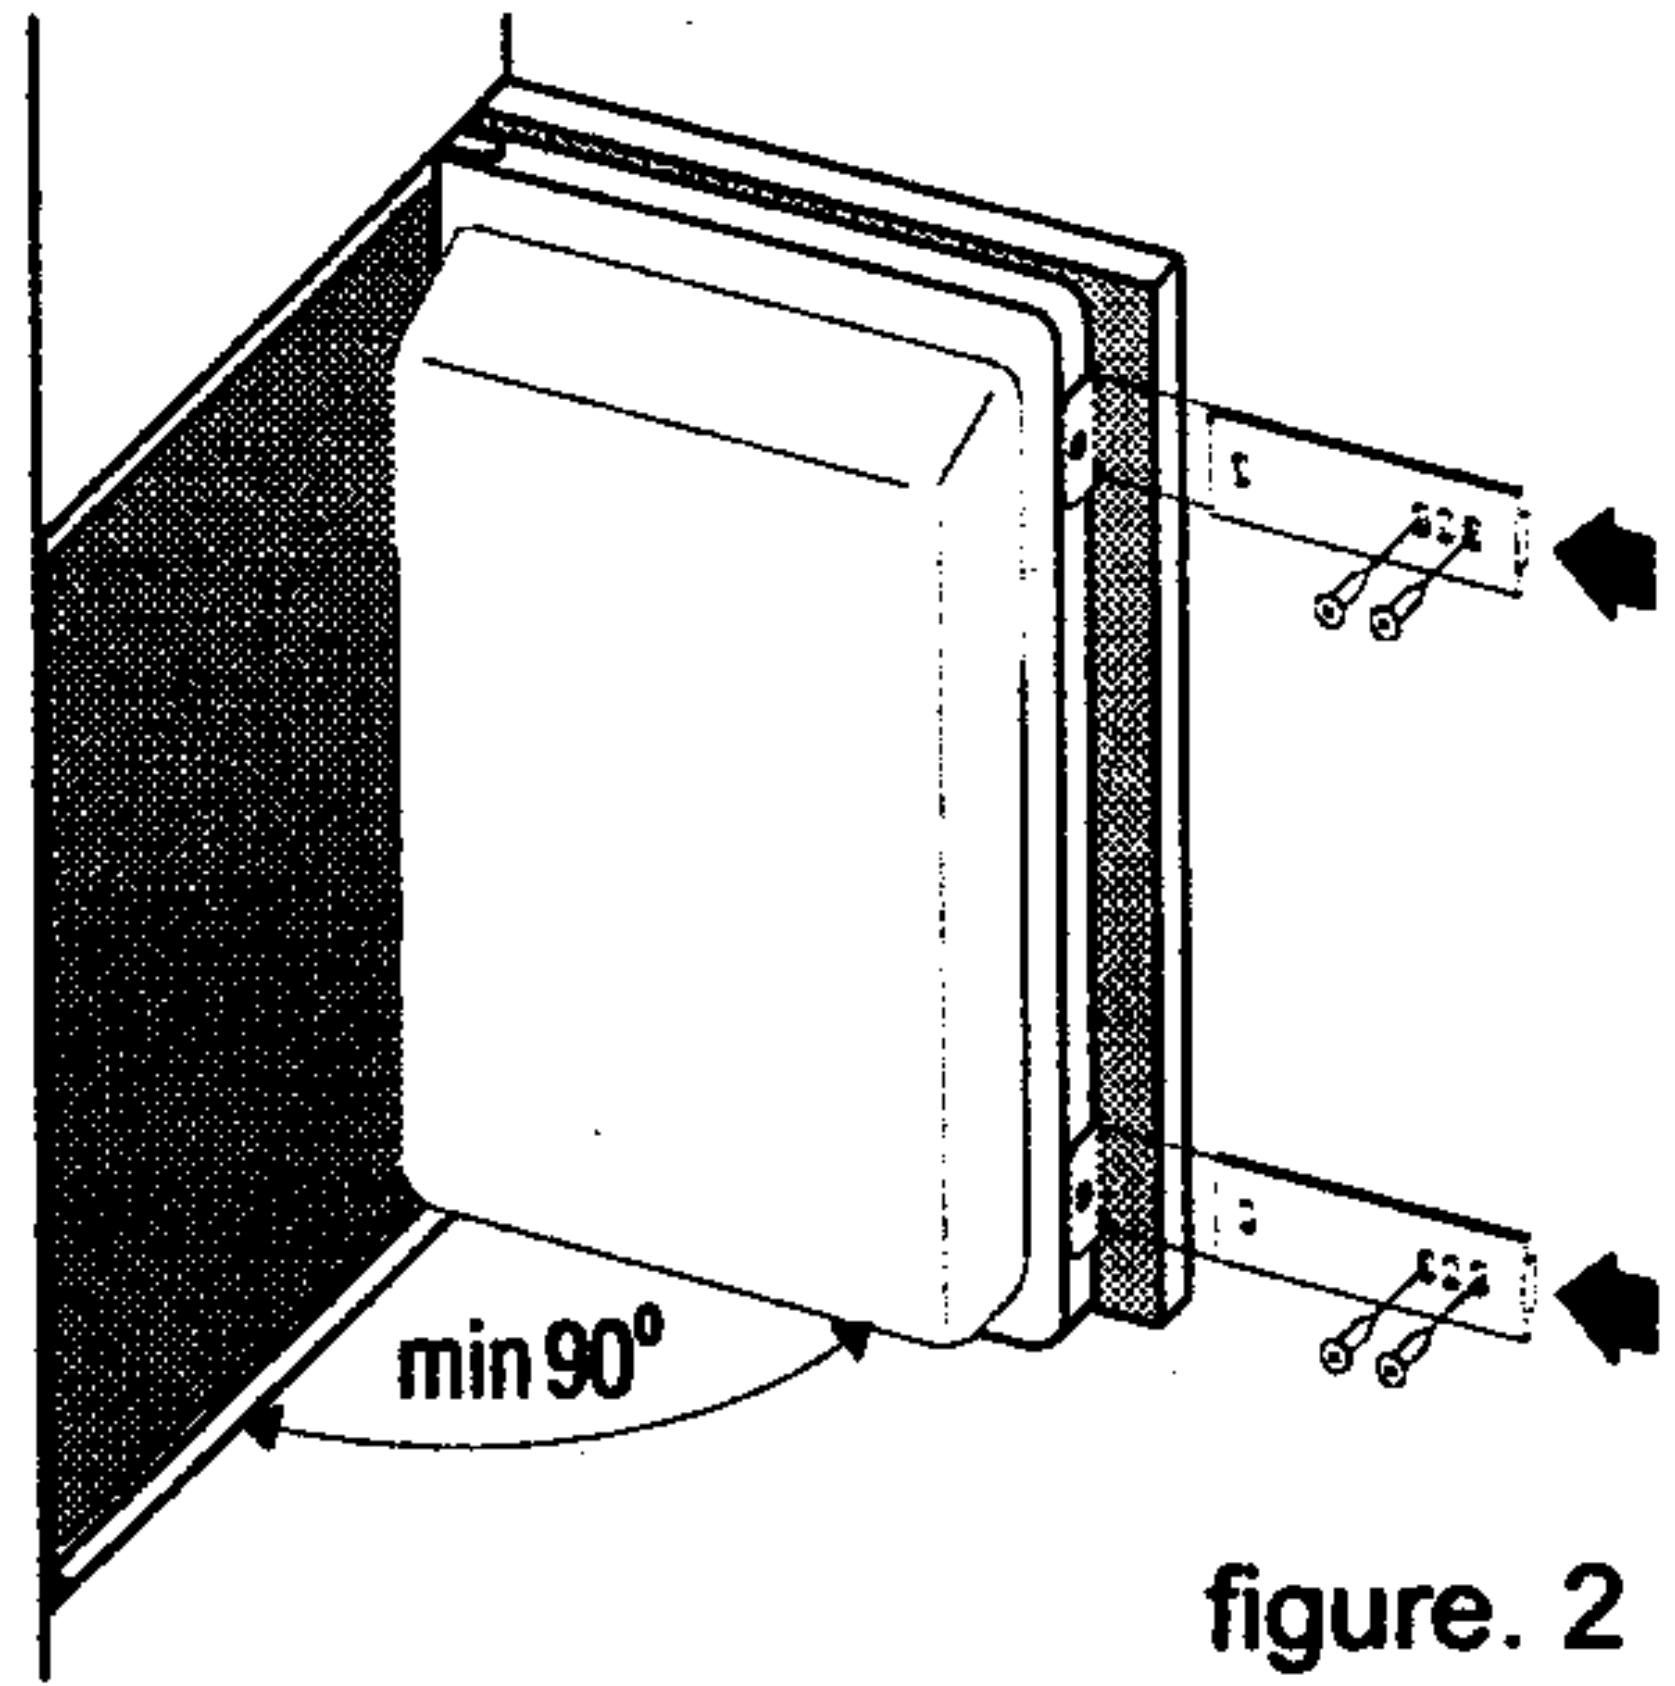

figure. 2
- serrez ensemble la porte de l'appareil avec la porte du meuble (Figure 2).